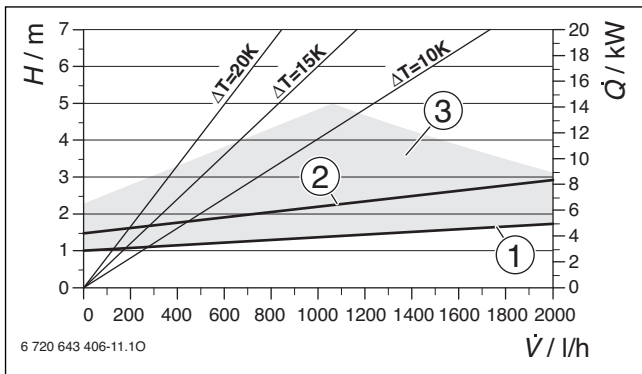

Bild 241 Pumpenkennlinien
**Legende zu Bild 241 und 242:**